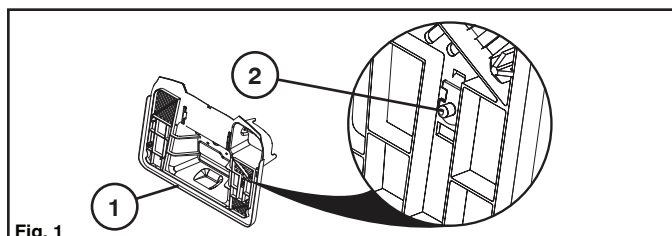

Fig. 1
- Nach dem Entfernen des Grasfängersacks von der Montageplatte (1) auf der Rückseite des Mähers den Bereich des Sackvollschalters (2) identifizieren (siehe Abb. 1).